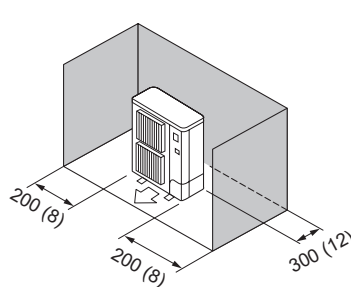

Fig. 2-8
(3) Obstáculos sólo en la parte trasera y los laterales (Fig. 2-8)